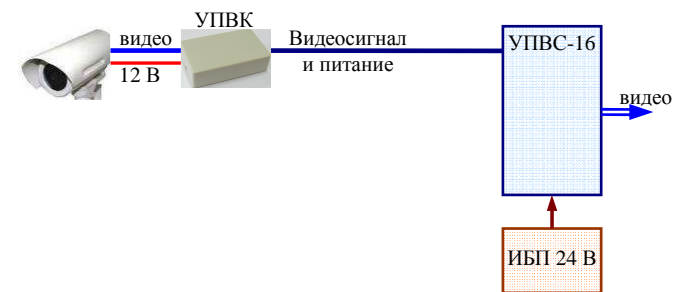

Рисунок 1.1. Схема применения УПК в комплекте с устройством приёма видеосигналов УПВС-16
1.2 УПК применяется в комплекте с устройством приёма видеосигналов типа УПВС-16 ФИДШ.468369.002ТУ (рис.1.1) или с устройством типа модуля приемника видеосигнала 8-канального ФИДШ.468349.006ТУ (из состава сервера типа СЛЗ ФИДШ.425661.001ТУ интегрированного комплекса «Пахра»). Полную информацию можно получить на сайте [www.asbgroup.ru](http://www.asbgroup.ru).
2.2 Допустимая длина проводов питания при максимальной нагрузке УПВК в зависимости от сечения провода и напряжения питания приведена в таблице 2.2. При этом напряжения питания 21 В соответствует минимальному напряжению аккумуляторных батарей при резервном режиме (ИБП 24В рис.1.1). Напряжение 24 В соответствует применению источника питания без резервного режима работы. В